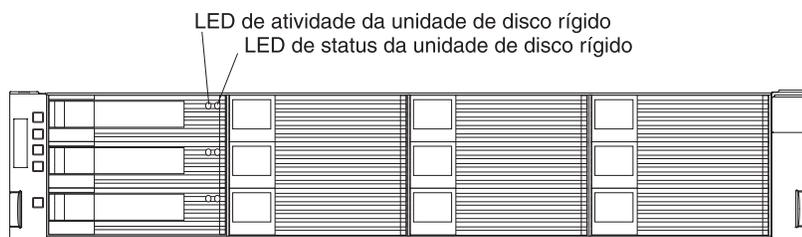
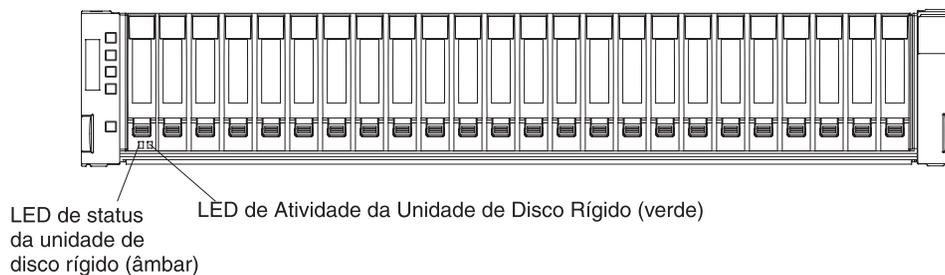

Figura 5-9. LEDs de Unidade do Subsistema de Armazenamento DS3512 e Gabinete de Armazenamento EXP3512
Figura 5-10. LEDs de Unidade do Subsistema de Armazenamento DS3524 e Gabinete de Armazenamento EXP3524
- Os LEDs de unidade no subsistema de armazenamento DS3512 e gabinete de armazenamento EXP3512 são mostrados na Figura 5-9. Os LEDs de unidade no subsistema de armazenamento DS3524 e gabinete de armazenamento EXP3524 são mostrados na Figura 5-10.